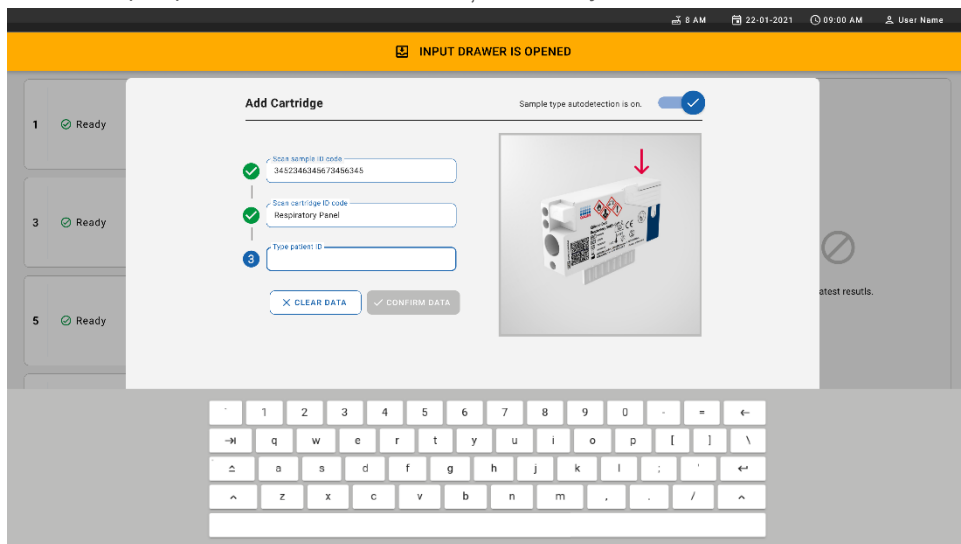

Figura 24. Scanarea ecranului cu ID-ul QIAstat-Dx Respiratory SARS-CoV-2 Panel Cartridge.
8. După introducerea codului de bare cu ID-ul probei, scanați codul-de bare al QIAstat-Dx Respiratory SARS-CoV-2 Panel Cartridge pe care îl veți folosi (poziție indicată de săgeată). QIAstat-Dx Rise recunoaște automat testul care trebuie rulat, pe baza codului de bare al QIAstat-Dx Respiratory SARS-CoV-2 Panel Cartridge (Figura 24).